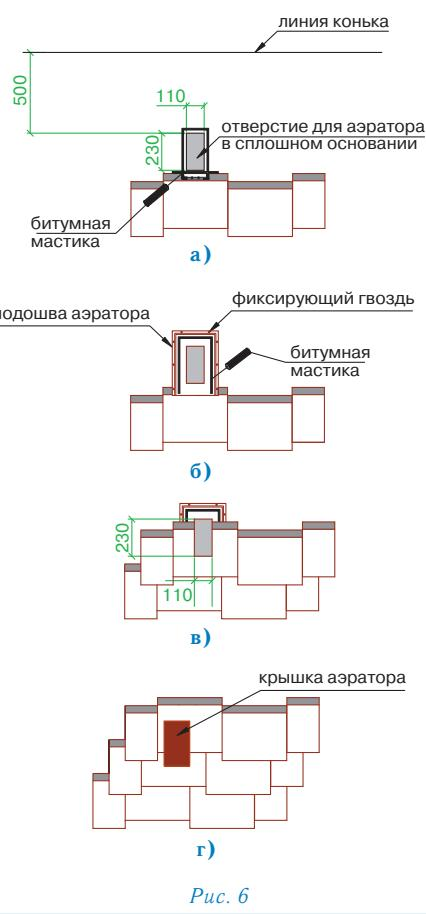

Рис. 6
Установка аэратора (рис. 6)
- В сплошном основании кровли прорезается отверстие 11×23 см, расположенное согласно рис. 6а;
- корпус аэратора устанавливается поверх отверстия и фиксируется гвоздями из нержавеющей стали; по верхней и боковым сторонам подошвы корпуса также наносится битумная мастика (рис. 6б);
- далее укладывается очередной ряд черепицы; подошва аэратора при этом закрывается листом ПРЕСТИЖ ЗОДЧИЙ с заранее прорезанным в нем отверстием (рис. 6в);
- на корпус аэратора устанавливается крышка, которая фиксируется нажатием (до щелчка) (рис. 6г).